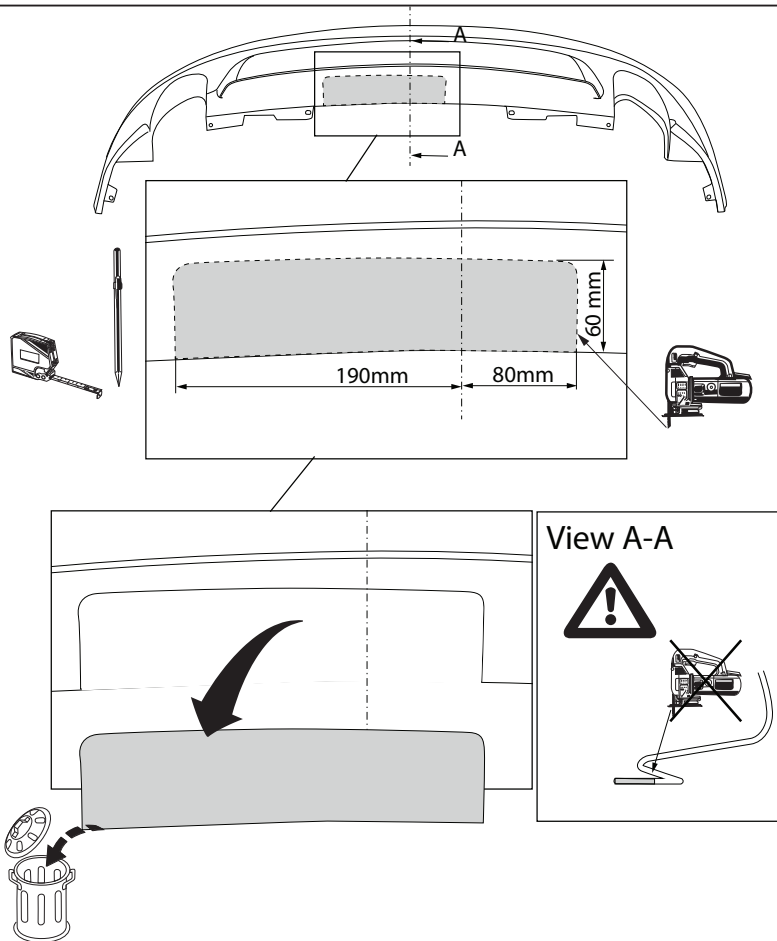

Fig. 2
9. Выпилить часть из бампера в середине снизу, как указано на рис. 2.